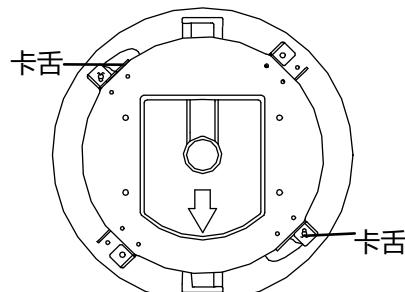

图2-22 嵌入式支架卡舌
3. 验证完毕后关闭电源，调整锁紧螺丝，使卡舌处于内旋位置，如图 2-22 所示。